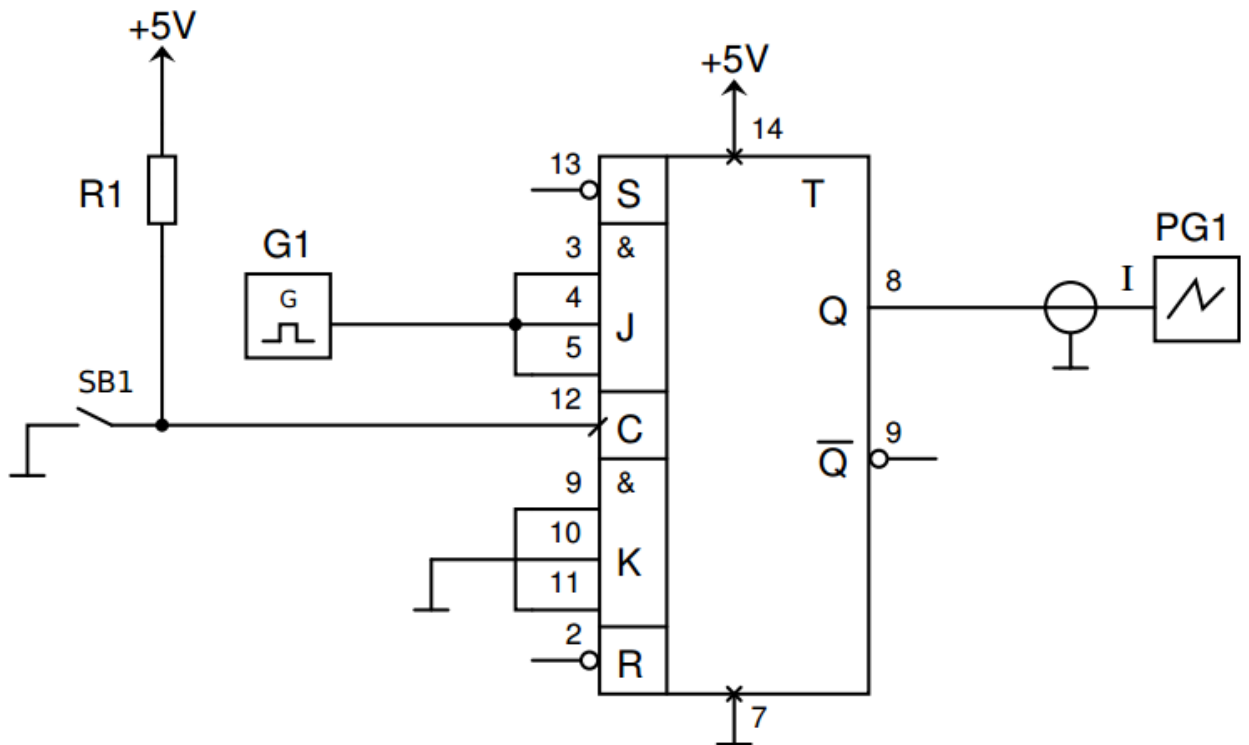

Рисунок 2 – Схема опыта 1
1. Собрать схему (рисунок 2). Подключить осциллограф.